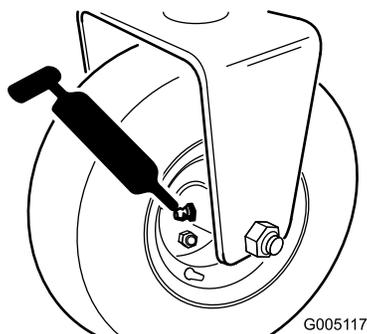

図 29
- 後ローラハブアセンブリ3輪駆動キットを搭載している場合には、後ホイールのローラクラッチと外部ボールベアリングか所 図 29